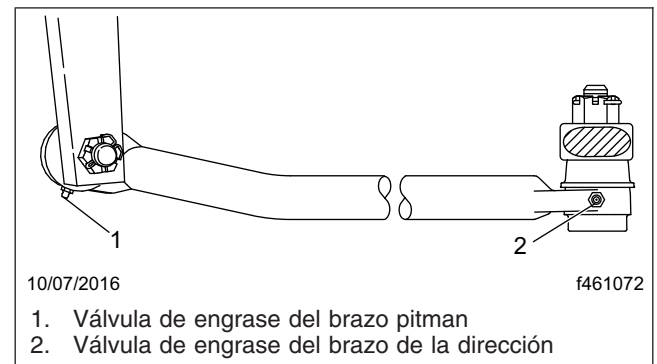

Figura 3, Eslabón de arrastre
2. Con un trapo limpio, quite toda la suciedad de las válvulas de engrase del eslabón de arrastre. Vea la Figura 3.